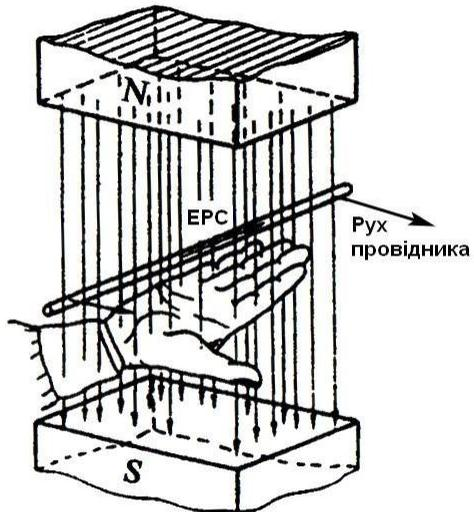

Рисунок 2.7 - Правило правої руки
**Напрямок індукованого струму** залежить від напрямку магнітного потоку і визначається **за правилом правої руки** (рис. 2.7), яке формулюється так: якщо праву руку розташувати долонею до північного полюса так, щоб великий відігнутий палець показував напрямок руху провідника, то чотири пальці будуть вказувати напрямок ЕРС індукції.